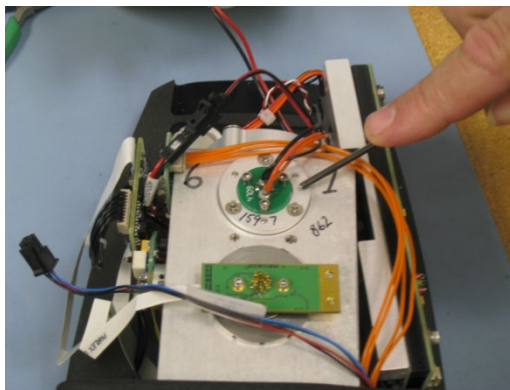

Figura 29 Montaje de la fuente en el marco del interferómetro.
- 6 Identifique el montaje de la fuente. La fuente está ubicada en la parte superior del marco del interferómetro. Está asegurada por tres tornillos de cabeza Philips (consulte la Figura 29). Con el destornillador Philips adecuado, extraiga los tres tornillos.